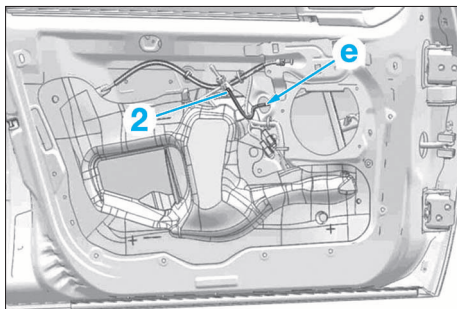

FIG. 80
- Dégager le câble (2) en (e) (Fig.80).